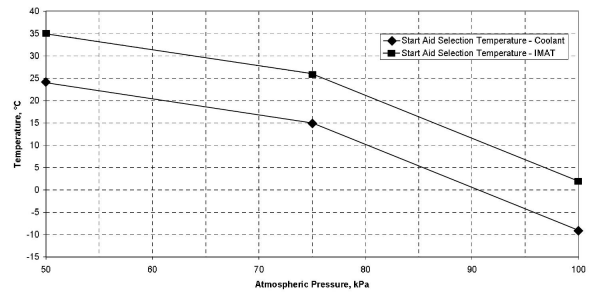

Рисунок 1
Активация системы облегчения пуска двигателя с впрыском эфира основывается на схеме эксплуатации с учетом температуры охлаждающей жидкости, температуры во впускном коллекторе и атмосферного давления. См. рис. 1.
- Температура охлаждающей жидкости двигателя ниже указанной для параметра "Start Aid Selection Temperature - Coolant" (Температура включения системы облегчения пуска двигателя - охлаждающая жидкость). См. рис. 1.